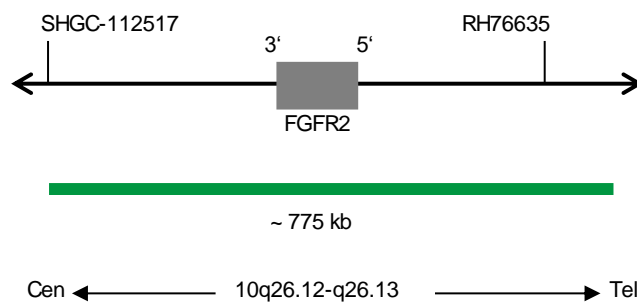

Fig. 1: SPEC FGFR2 Mapa de la sonda (no está a escala)
- Polinucleótidos marcados en verde (excitación a 503 nm/emisión a 528 nm) ZyGreen (~10 ng/μl), dirigidos a secuencias localizadas en 10q26.12-q26.13\* (chr10:122,908,224-123,682,373) que albergan la región del gen FGFR2 (ver Fig. 1).